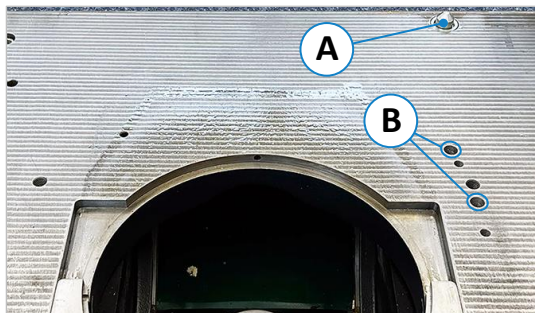

Figure 21 : boulons d'arrêt et trous d'arrêt
La mise en place et l'alignement de la butée de fraisage sur la table de la machine sont identiques pour les deux types de butées (215 et 216). La position des pions de centrage (Z) est à droite, vue de face (voir ⇒ Figure 21).